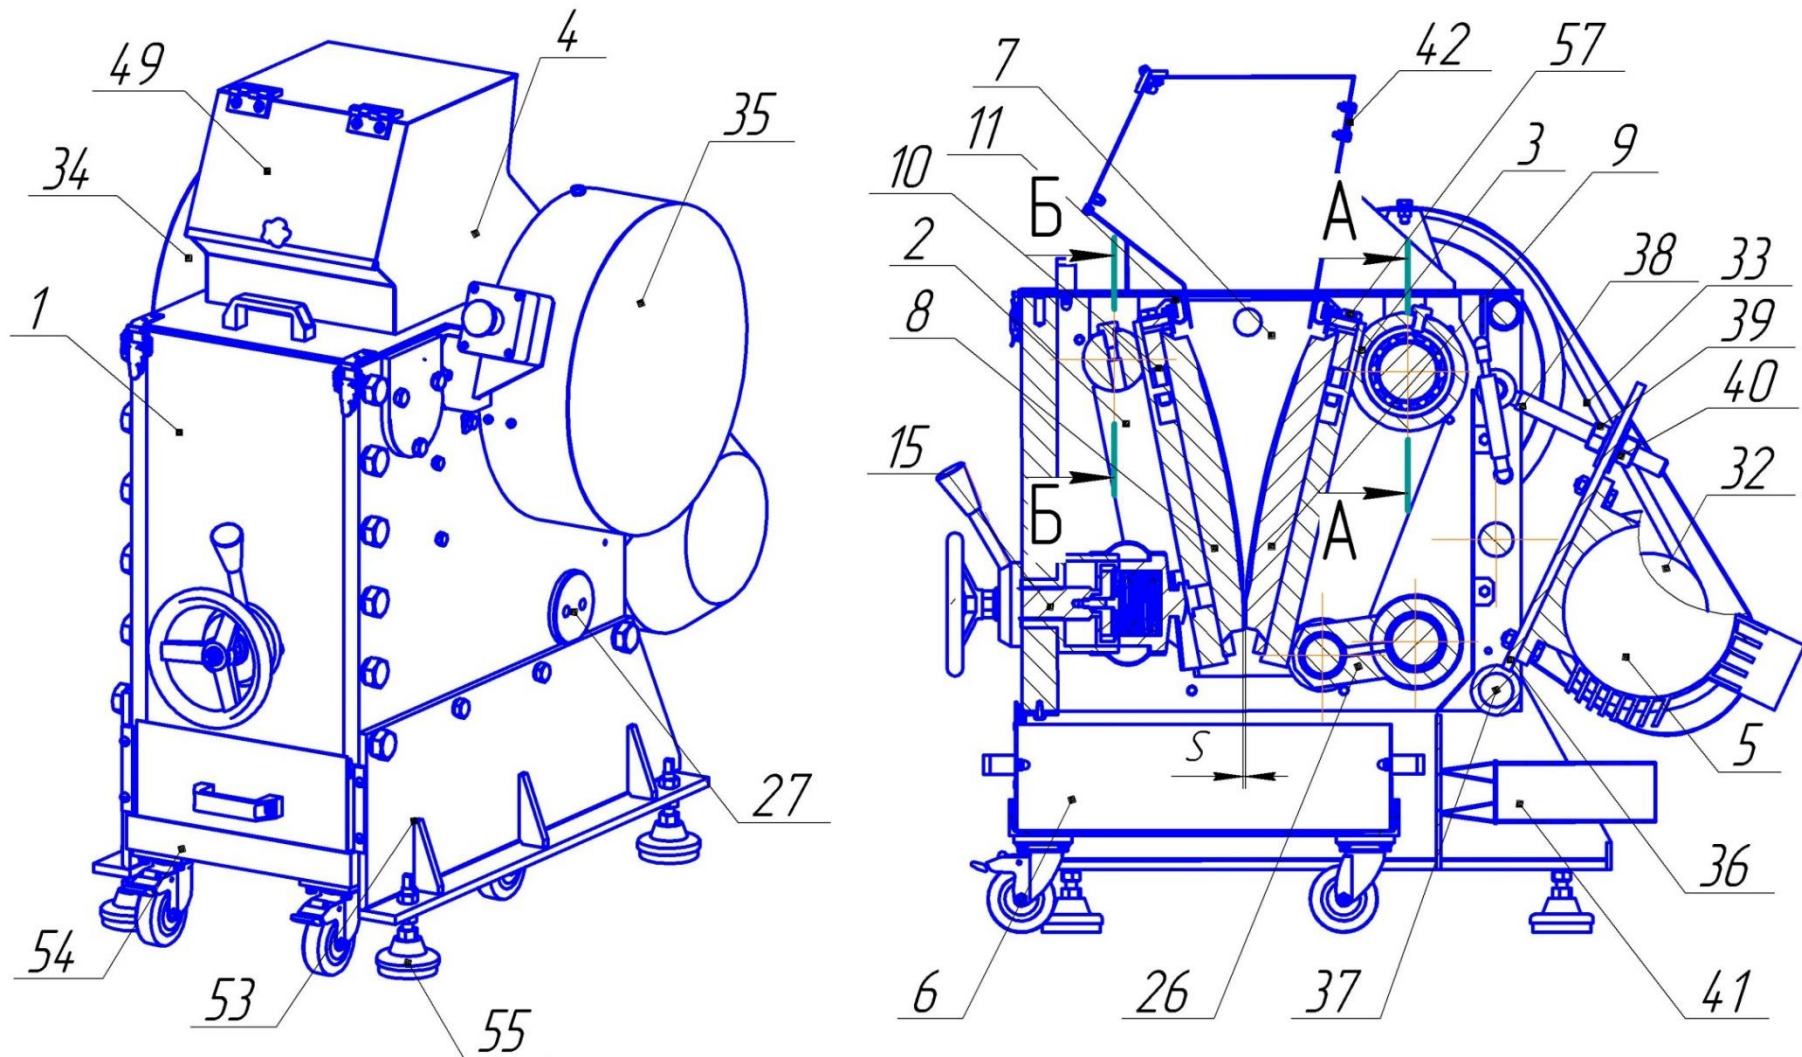

Рис. 1 Общий вид ЩД 15
- снимите откройте бункер 4 (Рис. 1);
(Рис. 1)